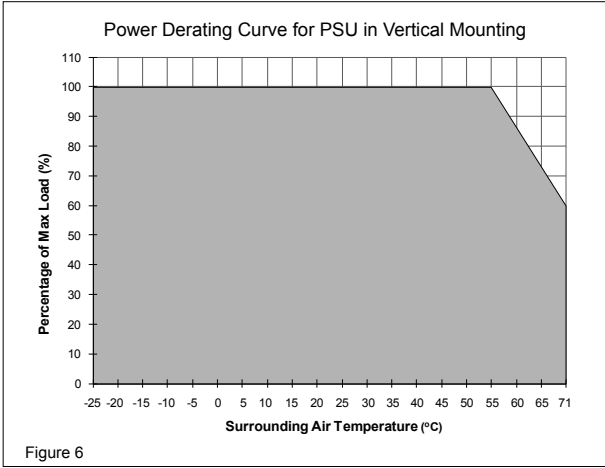

Figure 6
5.4. Temperaturverhalten (Abb. 6)
Derating (Leistungsherabsetzung)	Leistungsherabsetzung gemäß Abb. 6 > 55°C (2,5% / °C)
Betriebstemperaturbereich (Umgebungstemperatur)	-25°C bis +71°C (Leistungsherabsetzung gemäß Abb. 6)